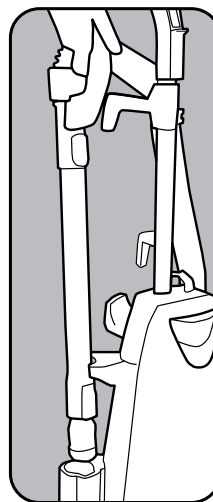

Fig. 1
- Pour utiliser les outils de nettoyage, soulever la poignée du boyau vers le haut (Fig. 1).